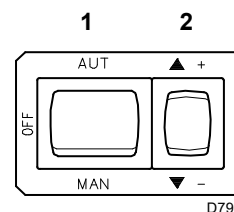

Fig. 23
- Faire démarrer le brûleur en fermant les télécommandes et en plaçant l'interrupteur 1) (Fig. 23) en position « **MAN** ».
- Arrêter le brûleur : interrupteur 1)(Fig. 23) en position « **OFF** » et visser la vis 3).